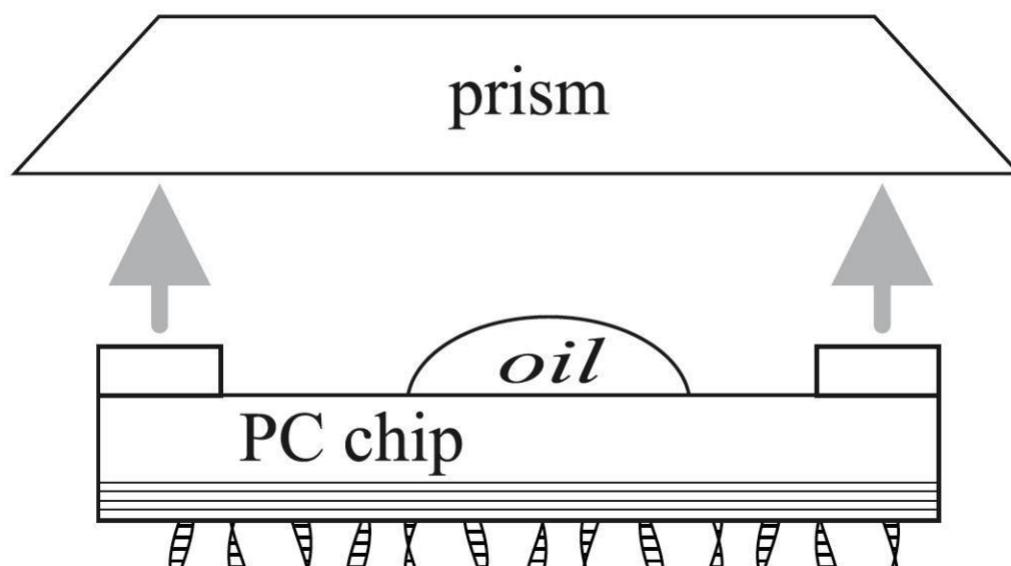

Рисунок 5. Прикрепление сенсорного чипа к призме (с каплей масла высокой вязкости).
2) Нанесите одну *маленькую* каплю масла (диаметром 3-5мм) на противоположную сторону сенсорного чипа (с двумя белыми полосками) и прижмите его к стеклянной призме в оптическом блоке биосенсора (см. **Рис. 5**).